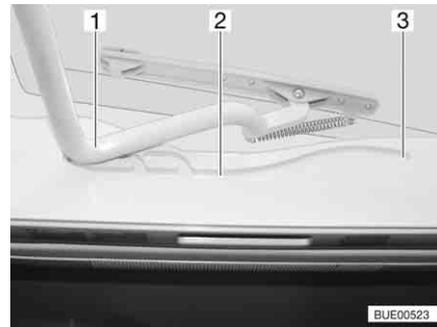

Bild 62 Heki-Dachhaube, Führung
- Den Bügel (Bild 62,1) in den Führungen (Bild 62,2) bis in die hinterste Position (Bild 62,3) ziehen.
- Den Bügel (Bild 62,1) mit beiden Händen leicht nach oben drücken.
- Den Bügel in den Führungen (Bild 62,2) bis zur gewünschten Stellung ziehen.